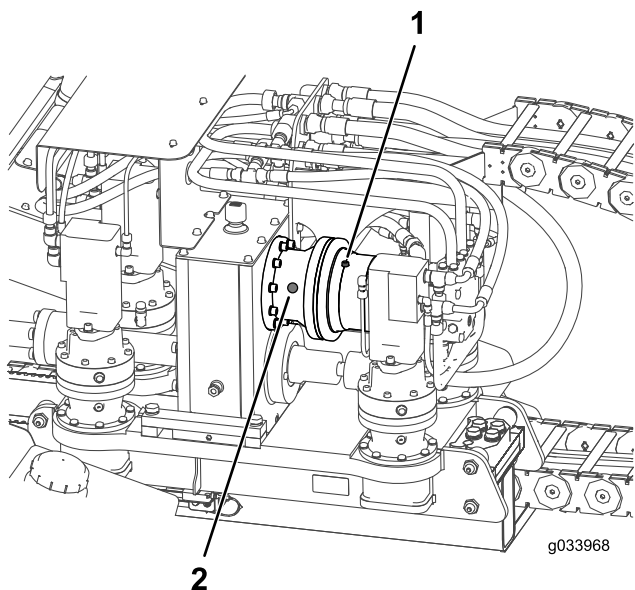

Figura 104
2. Verifique o nível de óleo pelo visor de nível do comando planetário do motor do conjunto rotativo (Figura 104).
3. Se o nível de óleo estiver baixo, remova o bujão de nível (Figura 104).